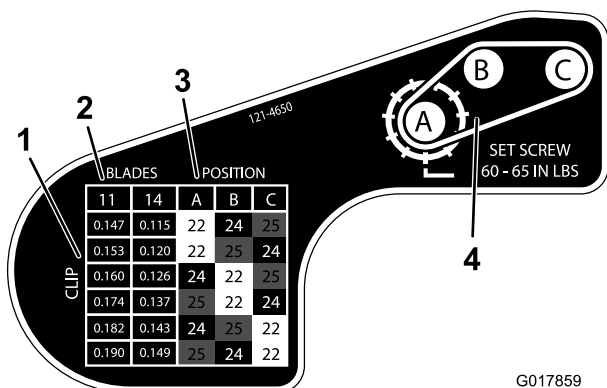

図 15
6. 図 15のデカルにある表を参考にして希望するクリップを決定し、そのクリップにセットするためにはどのプーリを移動させる必要があるかを調べる。
9. 各プーリを、それぞれの新しい位置に取り付ける (図 15)。各プーリの固定ねじが、キー